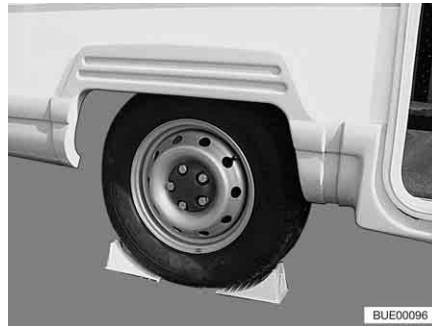

Fig. 276 Bloccare il veicolo
- Sistemare in corrispondenza della ruota di fronte i cunei d'arresto o oggetti simili in modo da bloccare il veicolo (Fig. 276).